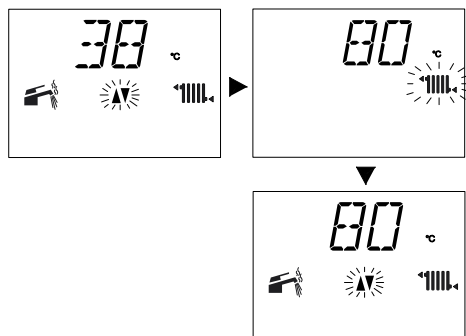

Figura 2.9
- con regolazione temperatura mandata riscaldamento massima Figura 2.9